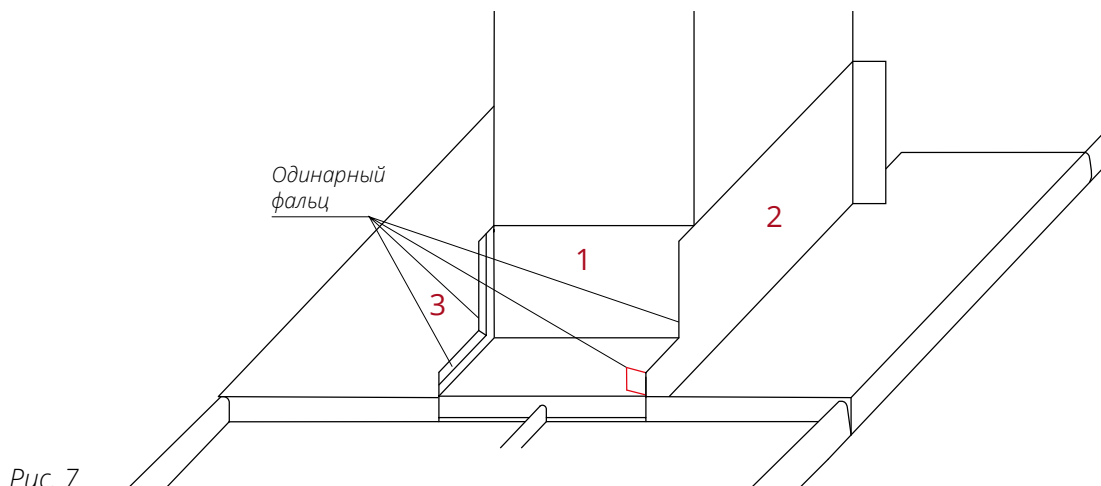

Рис. 7
- Соедините Боковые элементы с Планкой примыкания к трубе нижней одинарным фальцем (рис. 7).